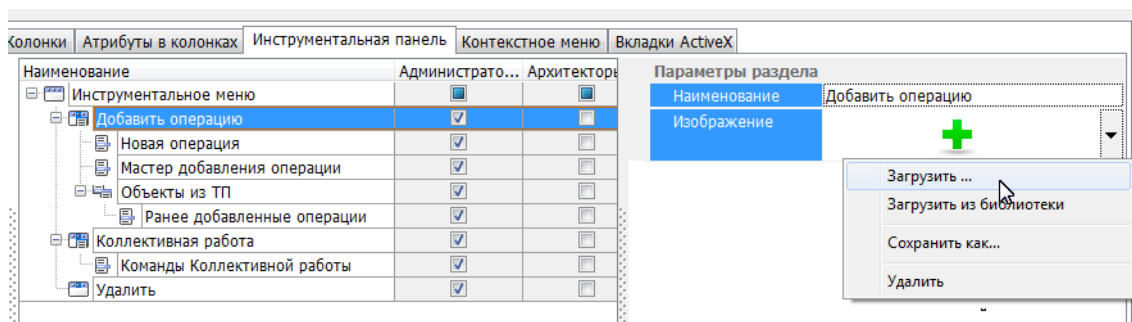

Рис. 10.33. Задание параметров нового раздела (подраздела)
- ✎ в появившейся дополнительной панели **Параметры раздела** ввести наименование нового раздела (подраздела) меню (Рис. 10.33);